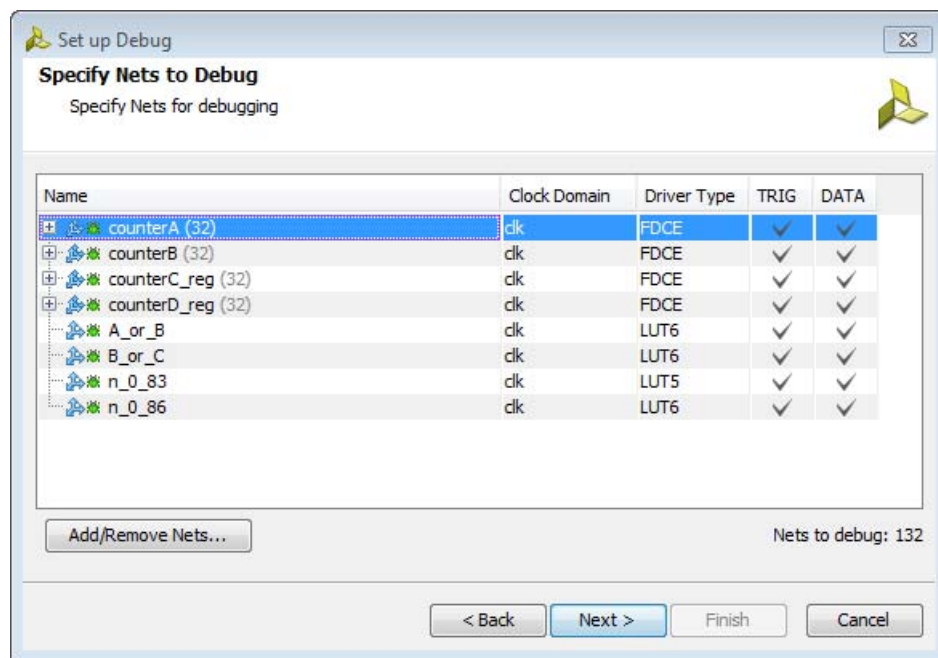

図 4-2 : Set up Debug ウィザード
3. [Next] をクリックします。[Specify Nets to Debug] ページが開きます (図 4-2)。